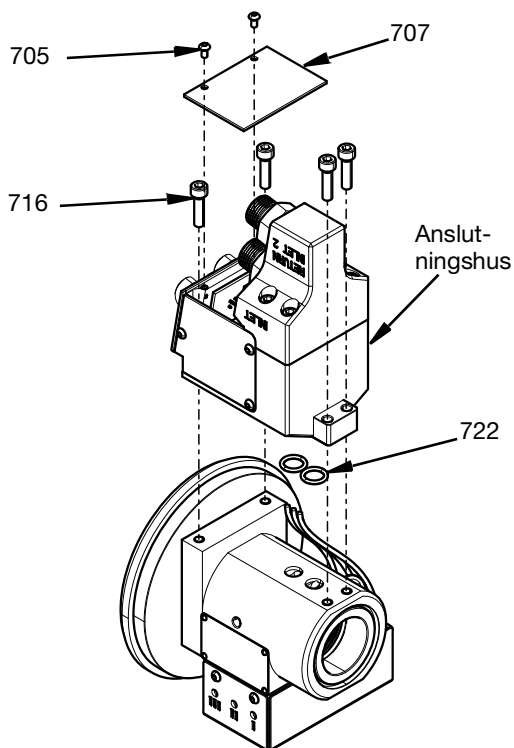

FIG. 24
4. Anslutningshuset är fäst på ledade huset med fyra M5-skruvar (716). Dra åt till 6,5 N•m (57,5 in-lbs). Täckplattan (707) fästs sedan med två M3-skruvar (705). Dra åt till 1,35 N•m (12 in-lbs). Gamla o-ringar (722) ska bytas ut mot nya. Se FIG. 24.